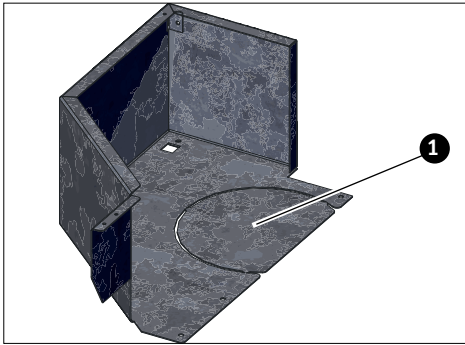

Fig. 53 Vorstanzung, nur wenn Abgasanschluss nach oben ist, ausbrechen
- Wenn Abgasanschluss nach oben ist, Vorstanzung bei Verkleidung links oben ausbrechen – Fig. 53.